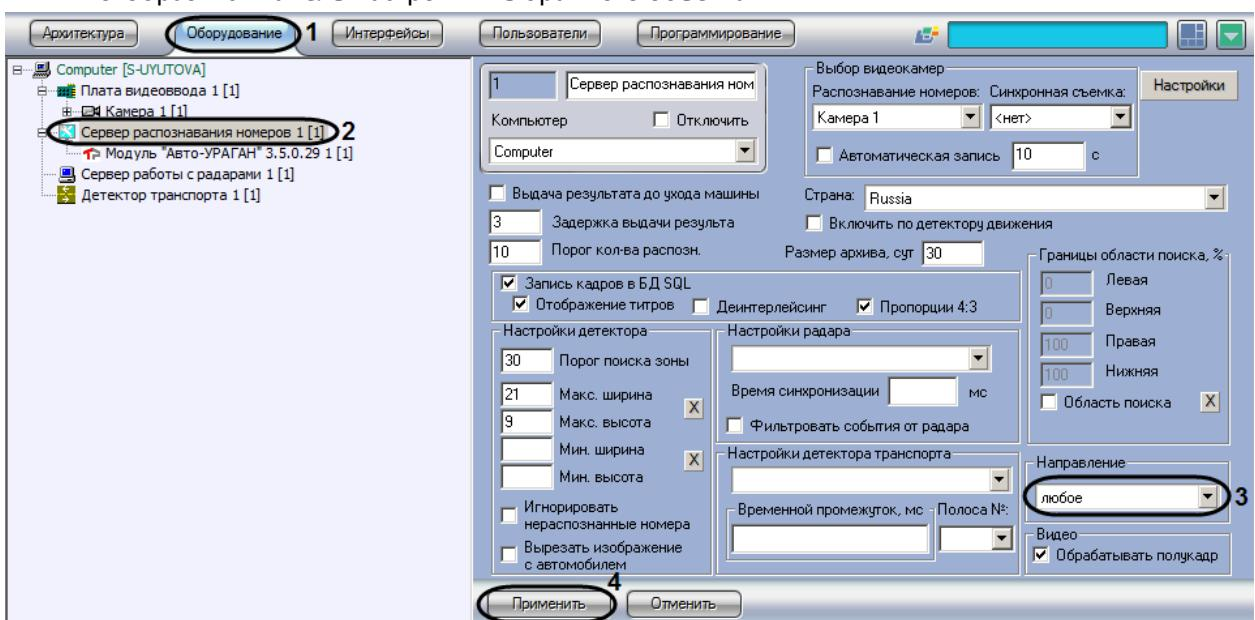

Рис. 7.2—25. Выбор направления движения транспорта для распознавания номерных знаков
- В диалоговом окне «Настройка системы» перейти на вкладку «Оборудование» (см. Рис. 7.2—25, 1).
- В дереве объектов на вкладке «Оборудование» выбрать объект «Сервер распознавания номеров», соответствующий активированному программному модулю «Авто-УРАГАН 3.5.0.29» (см. раздел «Активация программного модуля, используемого для распознавания номеров», Рис. 7.2—25, 2). В правой части вкладки «Оборудование» отобразится панель настройки выбранного объекта.
- Выбрать из списка направление движения транспорта относительно видеокамеры, в котором требуется вести распознавание номеров (см. Рис. 7.2—25, 3).
- Нажать кнопку «Применить» (см. Рис. 7.2—25, 4).